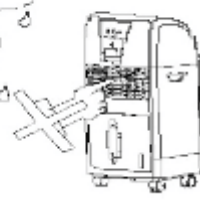

рис. 11
8. Не используйте для чистки устройства агрессивные моющие средства и растворители. См. рис. 11.